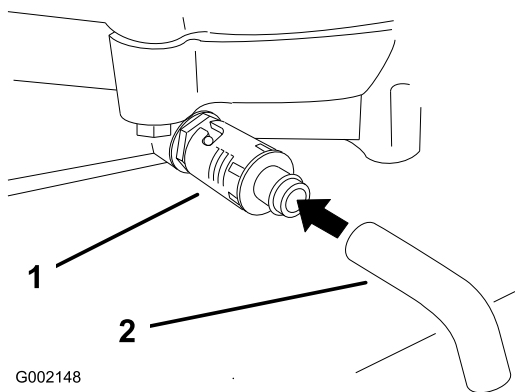

图17
4. 在放油孔下放置一个盘子。旋转机油排放阀，让机油排出（图17）。